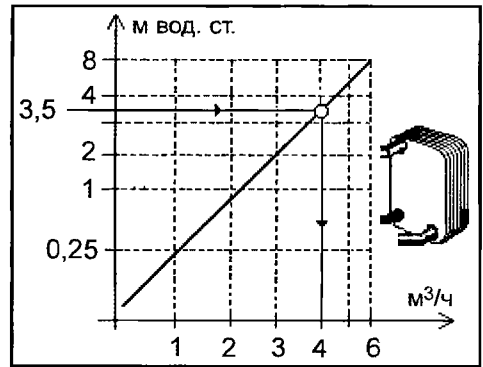

Рис. 96.2.
3) Померяйте перепад давления по воде на испарителе $\Delta P_{исп}$. Если, например, $\Delta P_{исп} = 3,5$ м вод. ст. (см. рис. 96.2), значит расход воды через испаритель равен $4 \text{ м}^3/\text{ч}$, что соответствует результату измерения напора насоса.